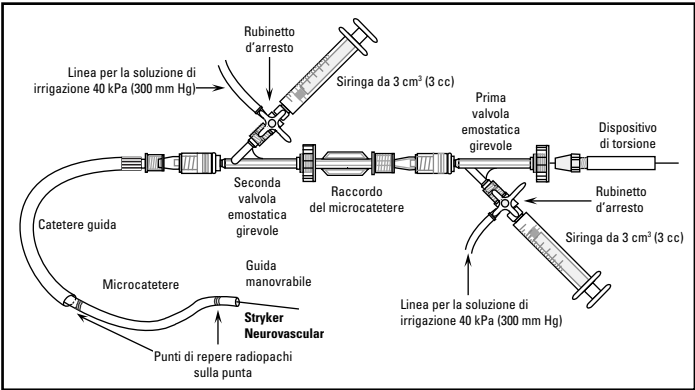

Figura 1. Esempio di impostazione per l'irrigazione costante
- Infilare il dispositivo di torsione sull'estremità prossimale del filoguida, come indicato nella Figura 1, quindi fissarlo.
Nella Figura 1 è illustrata l'impostazione per l'irrigazione costante consigliata. Le valvole emostatiche girevoli garantiscono una buona tenuta e sono collegate al catetere guida e al microcatetere. I rubinetti d'arresto sono collegati al braccio laterale delle valvole, le quali fungono da ingresso di infusione per l'irrigazione adeguata o per l'iniezione del mezzo di contrasto.
- 2. Aprire la vite zigrinata sulla valvola emostatica girevole e introdurre con cautela il gruppo del microcatetere e del filoguida attraverso la valvola emostatica girevole del catetere guida (seconda valvola nella Figura 1). Serrare l'o-ring attorno al microcatetere in modo da prevenire il flusso retrogrado, senza però compromettere l'avanzamento del microcatetere.